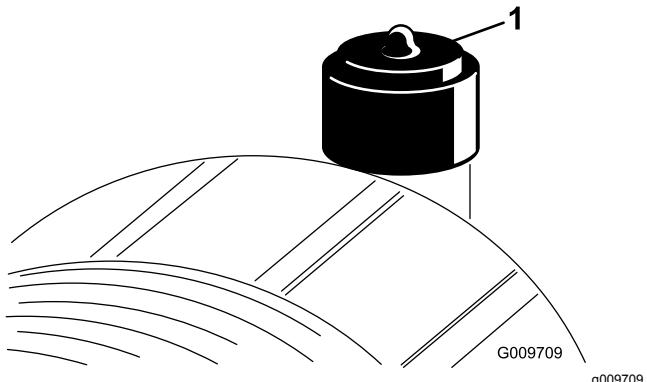

Figura 73
Faça a manutenção ao filtro de ar apenas quando o indicador de manutenção o exigir (Figura 73). Mudar o filtro de ar antes de ser necessário apenas aumenta a possibilidade de entrar sujeira no motor quando retira o filtro.
2. Reinicie o indicador (Figura 73) se este se apresentar vermelho.